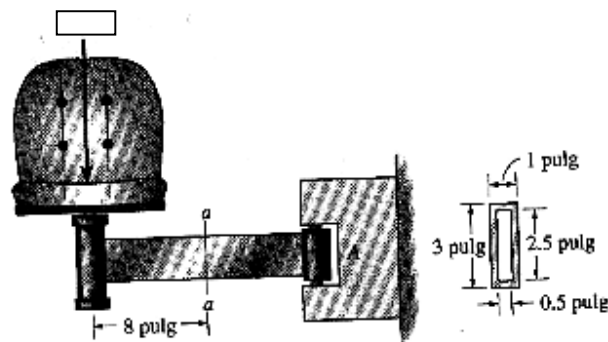

Figura 4.-
- 4.- La silla que se muestra en la figura 4 está soportada por un brazo que está articulado de modo que puede girar respecto al eje vertical en A. La carga sobre la silla es de 200 lb y el brazo es un tubo hueco cuya sección transversal tiene las dimensiones mostradas. Determine el esfuerzo máximo de flexión en la sección a-a.